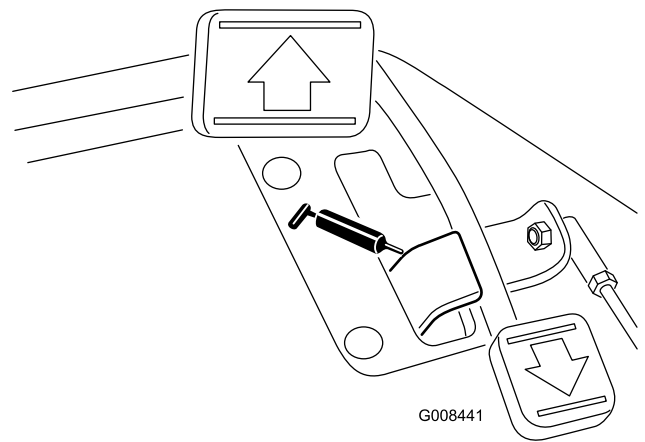

Figure 35
- Pivot de pédale de déplacement (1) (Figure 35)